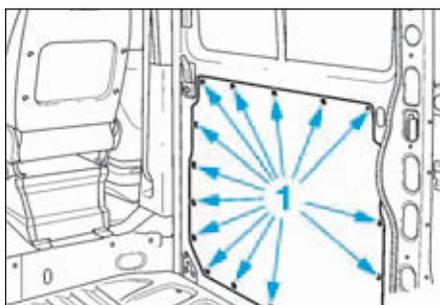

FIG.35
- Déposer les agrafes de fixation (1) (Fig.35) à l'aide d'une pince appropriée.